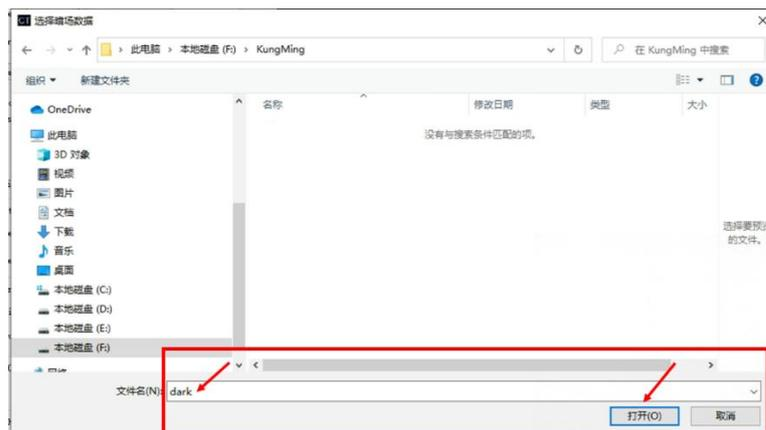

图 3.3.21 载入已存在的空场图像
1) 载入：用户点击该按钮，然后点击已存在的 empty 图像，选择打开，然后运行提示框将会显示”Load empty success”，此时空场图像会被载入，如所图 3.3.21 示。